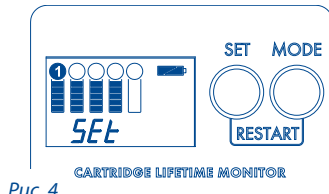

Рис. 4
а. Последовательным нажатием кнопки MODE выберите надпись SET (Рис. 4).
a. Последовательно нажимать кнопку MODE, пока на дисплее не покажется надпись SET (Рис. 4).